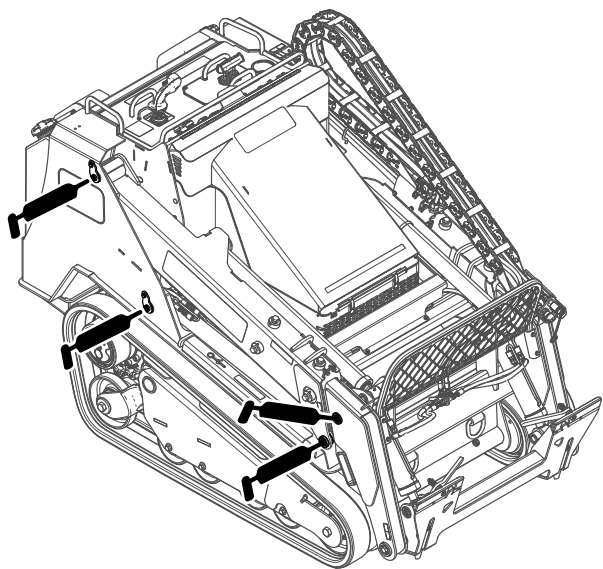
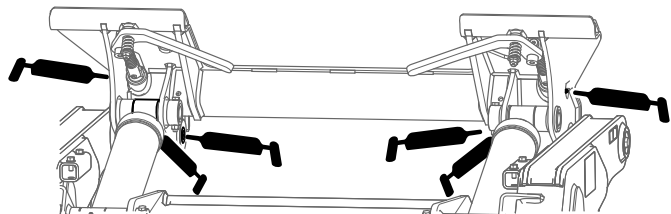
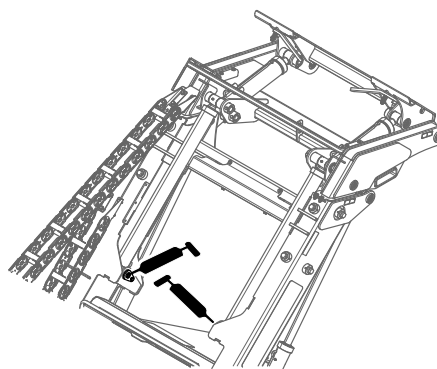

Рисунок 44
Рисунок 45
Рисунок 46
4. Присоедините к каждой масленке шприц для нагнетания консистентной смазки (Рисунок 44, Рисунок 45 и Рисунок 46).
Примечание: Прежде чем смазывать масленки, поднимите стрелы погрузчика, как показано на Рисунок 46.